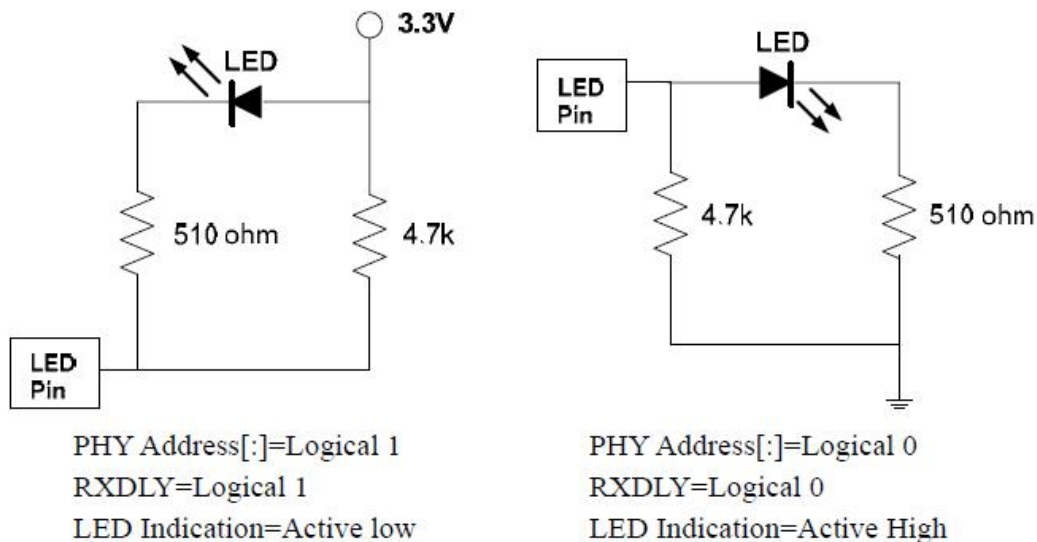

图 15 LED 及 PHY 地址配置
- PHY 芯片中的 LED0、LED1 引脚与 PHY 地址 PHYAD0、PHYAD1 复用，LED 及 PHY 地址配置如图 15：